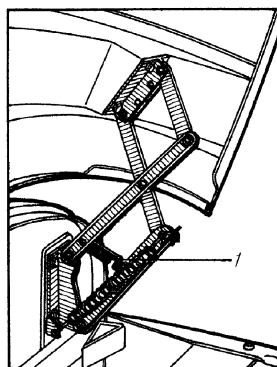

Рис. 3. Предохранитель механизма подъема капота:
7. При обслуживании двигателя механизм подъема капота необходимо зафиксировать предохранительным крючком 1 (рис. 3).